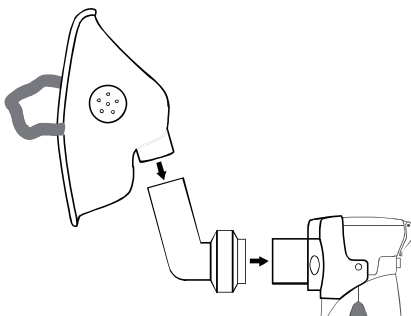

Fig. 11
- Instalación de la mascarilla: una el conector y la mascarilla sucesivamente en la dirección de la flecha (ver Fig. 11).